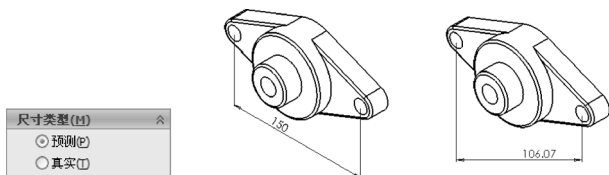

图 7-29 “尺寸类型”卷展栏的作用
- “尺寸类型”卷展栏：选中此卷展栏中的“真实”单选按钮，在视图中标注的尺寸为模型的真实值，如单击“预测”按钮，则在模型中标注的尺寸为模型到当前平面的投影尺寸，如图 7-29 所示，此功能在轴测图中有明显区别。